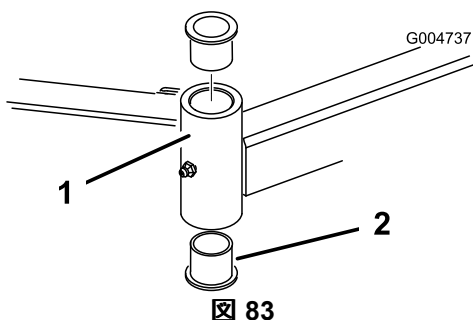

図 83
4. ピンポンチを使って、チューブの上または下からブッシュをたたき出す 図 83。